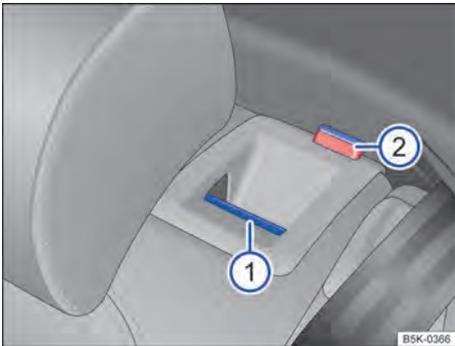

Fig. 64 En el respaldo del asiento trasero: tecla de desbloqueo.
- Tirar de la tecla de desbloqueo → fig. 64 ❶ hacia adelante y, al mismo tiempo, rebatir el respaldo del asiento trasero hacia adelante.
- La parte de respaldo del asiento trasero estará desbloqueada cuando la marca roja → fig. 64 ❷ sea visible.
- La marca roja → fig. 64 ❷ ya no puede ser visible.